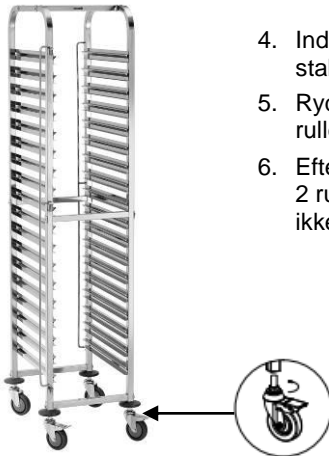

Fig. 3
5. Rydevognen kan nivelleres ved at justere rullehjulene, (**fig. 3**).